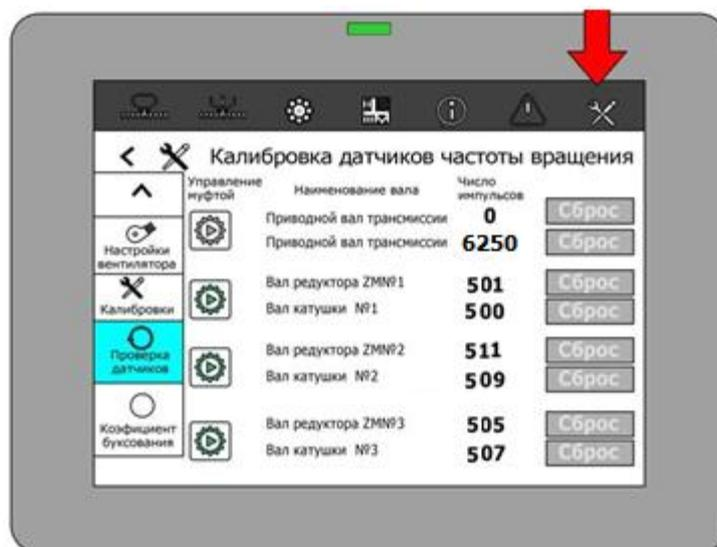

Рисунок 3. Меню монитора для проверки датчиков ходовых колес
1.4.11. Оценку качества работы датчиков производить по принадлежности к каждому редуктору (независимо друг от друга), рекомендуется произвести не менее 5 оборотов ходового колеса высевающего аппарата. Т.е. необходимо производить сравнение значения импульсов вала редуктора ZMN^{№3} со значением импульсов Вала катушки №3 – допускаемое значение в подсчёте количества импульсов не должно превышать 2%. На примере 3-го редуктора погрешность (Δ) равна (рисунок 3):
N_{P3} – количество импульсов в подсчёте с вала редуктора №3 (или 1, 2 соответственно), по данным монитора (рисунок 3);
N_{BA3} – количество импульсов в подсчёте с вала высевающего аппарата №3 (или 1, 2 соответственно), по данным монитора (рисунок 3).